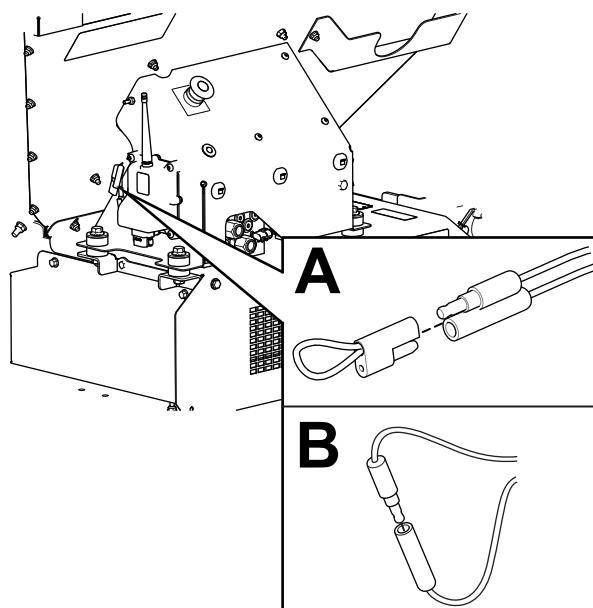

Figura 63
2. Retire a tampa dos dois conectores de diagnóstico do shunt (Figura 63, A).
3. Ligue os conectores de diagnóstico do shunt em conjunto (Figura 63, B).
- Desligue os conectores de diagnóstico do shunt (Figura 63, B).
- Empurre a tampa dentada para os 2 conectores de diagnóstico do shunt (Figura 63, A).